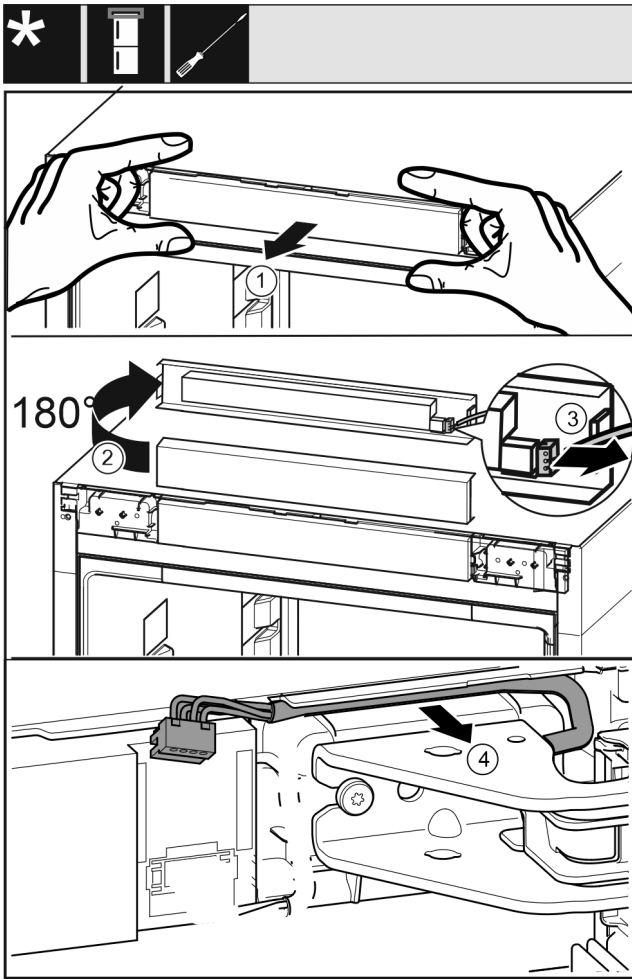

Fig. 13
- Lironi nga përpara me kujdes panelin mbulues të komandimit Fig. 13 (1).
- Rrotulloni për lart me 180° panelin mbulues të komandimit Fig. 13 (2).
- Shtypni nga prapa majën e kapjes Fig. 13 (3) dhe tërhiqni spinën jashtë me kujdes.
- Lironi me kujdes kabllon Fig. 13 (4) nga udhëzuesi mbi bazamentin mbështetës.